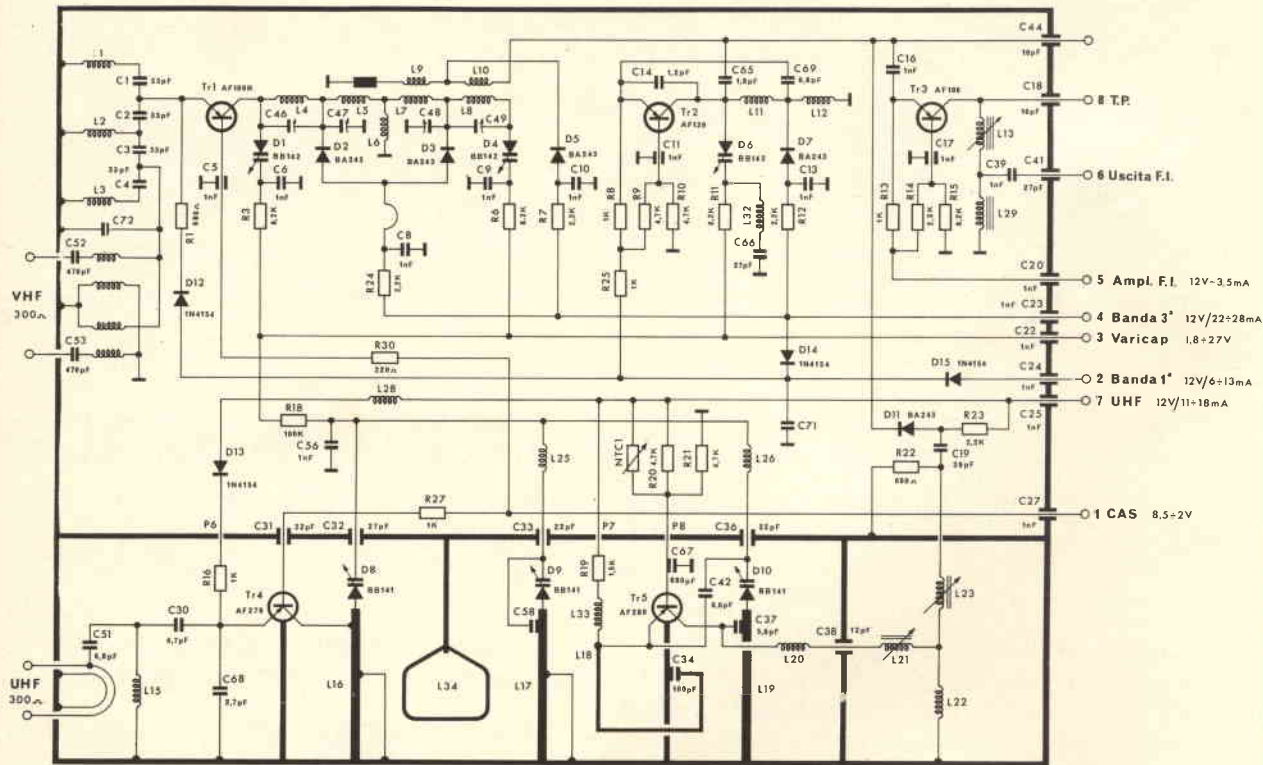

Fig. 1 - Schema elettrico del sintonizzatore VHF/UHF.
**I**l circuito di questo sintonizzatore VHF/UHF, visibile in fig. 1, è completamente transistorizzato. La sezione VHF per la ricezione della 1° e 3° banda è equipaggiata con i transistori AF109R = TR1 ed AF139 = TR2. TR1 funziona come amplificatore di radio frequenza, in circuito con base comune controllabile dal controllo automatico di sensibilità (C.A.S.), TR2 come oscillatore mescolatore. I diodi varicap BB142 = D1-D4-D6 sintonizzano le bobine della 1° e della 3° banda a secondo quale di esse è alimentata.
Nel controllo automatico di sensibilità (C.A.S.) è stato impiegato il transistor AC141B=TR1 in un circuito con base comune. L'emettitore di esso è polarizzato mediante la c.d.t. che si genera ai capi del gruppo RC inserito al catodo della prima valvola di frequenza intermedia del televisore (vedi particolare in fig. 2). Il collettore è collegato ad un partitore di tensione costituito dai resistori R6-R7 il cui potenziale alimenta le basi di TR1, amplificatore a radio frequenza VHF, e di TR4, amplificatore a radio frequenza UHF. Come si rileva le basi di TR1 e TR4, fig. 1, sono controllate automaticamente in funzione della c.d.t. che si genera ai capi del gruppo RC della prima valvola di frequenza intermedia. La sensibilità si può regolare mediante il potenziometro semifisso R5.